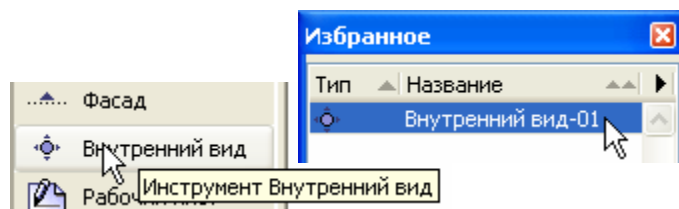

Рис. 130
1. Перейдите к карте видов навигатора и войдите в подпапку **Внутренний вид 1**, расположенную в папке **Создание внутренних видов** (рис. 130).